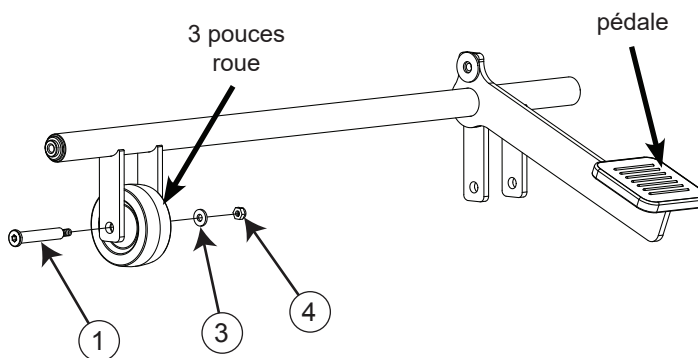

Fig. 2
2. Prenez le support de roue et montez une des roues de 3 pouces à l'extrémité la plus éloignée de la pédale. Utilisez l'essieu court, une rondelle M6 et un écrou hexagonal en nylon M6 pour monter la roue sur le support, comme indiqué sur la fig. 2. Serrez l'écrou à fond avec une clé de 10 mm et une clé hexagonale de 5 mm.